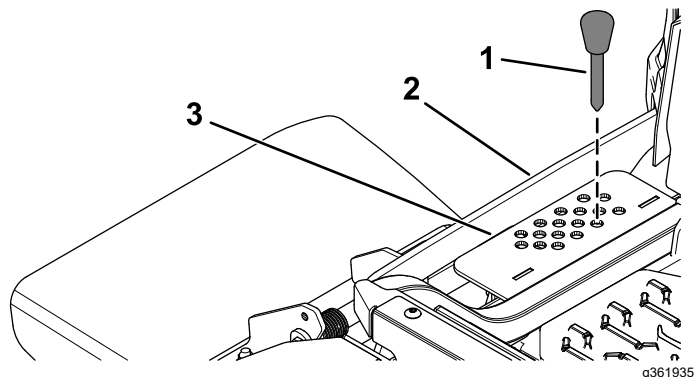

Figure 33
2. Insérez l'axe dans le trou du support correspondant à la hauteur de coupe voulue (Figure 33).
- Appuyez sur la commande de levage du tablier jusqu'à ce que la tringlerie de hauteur de coupe touche légèrement la goupille de hauteur de coupe (Figure 33).